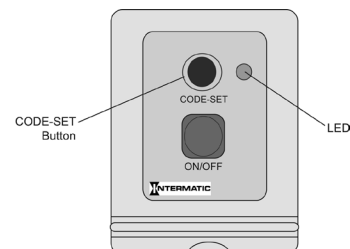

Figura 3 Receptor RC613
2. En el receptor (RC613), mantenga presionado el botón azul CODE SET durante 3 segundos. Vea la Figura 3.